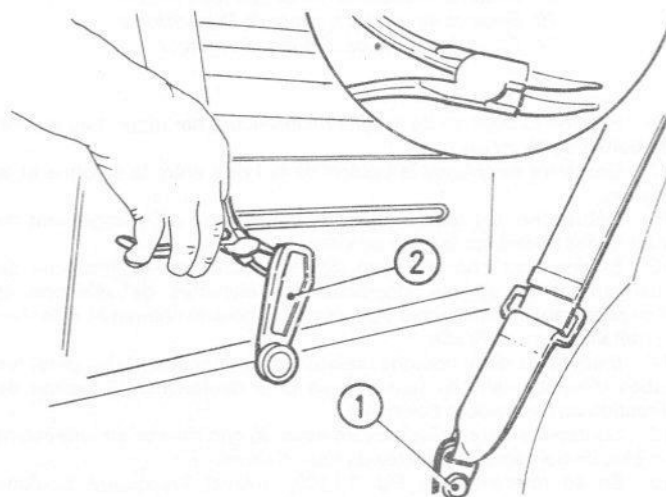

Fig. 13.114 Utilisation d'une pince spéciale pour déposer la manivelle du lève-glace arrière – modèles Cabriolet (Sec 21)
- 14 Noter la position de la manivelle du lève-glace et l'enlever à l'aide d'une pince du type illustré à la Fig. 13.114 ou d'un instrument similaire.
- 46 Noter la position de la manivelle du lève-glace et l'enlever à l'aide d'une pince appropriée ou d'un instrument similaire – Fig. 13.114.